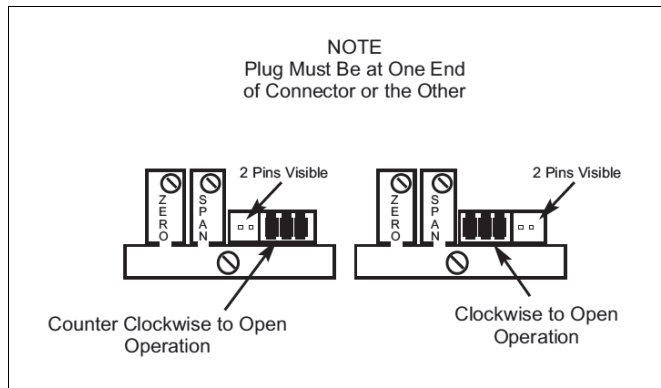

図 49 送信機動作のためのプラグ設定。
- これで、ポテンシオメーターのケーブルを送信ボードの端子ピンに接続し直すことができます。端子プラグの位置は、バルブの動作方向に合わせて行います (図 49 参照)。プラグは必ずトランスミッターボードの 5 ピン端子の片方またはもう片方に合わせる必要があります。